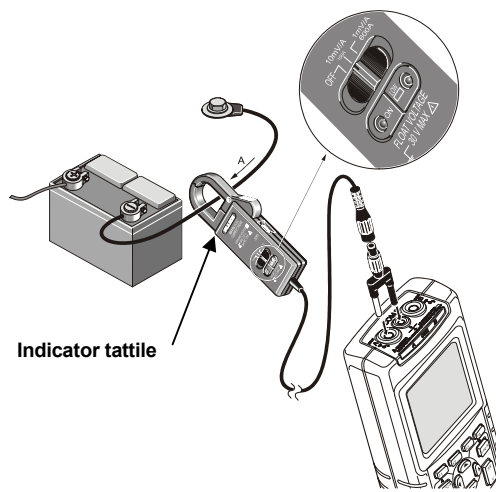

Figura 2. Impostazione della misurazione.
- Non tenere la pinza in nessun punto oltre l'indicator tattile; vedi Figura 2.
Fare riferimento alla Figura 2 e procedere come segue: